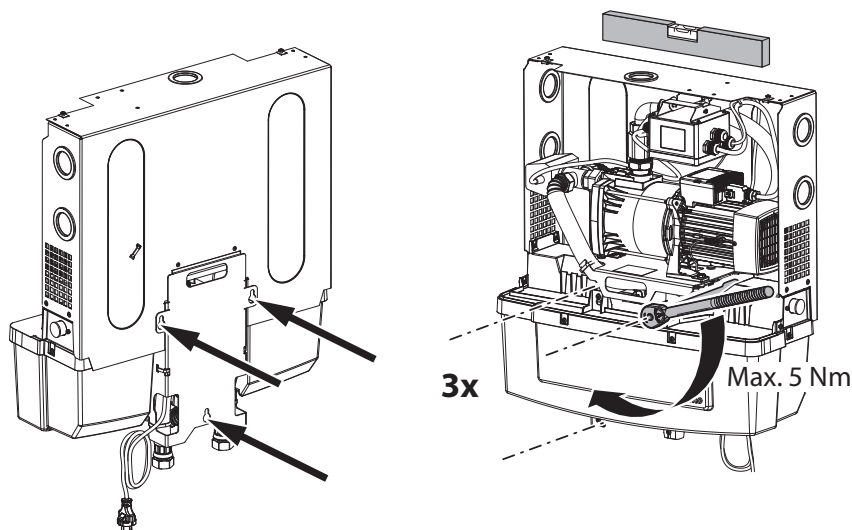

Fig. 13: Uchycovací body pro zavěšení na stěnu a utažení šroubů
4. Zařízení zavěste na šrouby pomocí podlouhlých otvorů na zadní straně (Fig. 13).